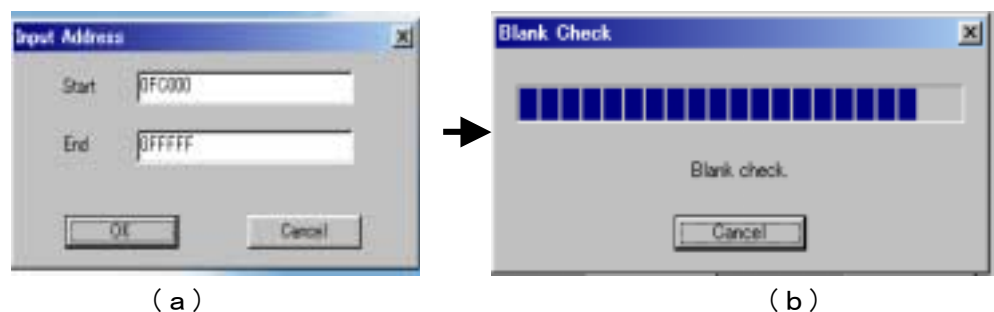

図36 「Blank Check」ウインドウ
- ⑦ 「B. P. R」ボタンを押します。このボタンは、ブランクチェック、プログラムの書込み、書込み確認を一連で実行します。図36(a)で示されるプログラムのメモリ範囲が表示されます。確認後、「OK」ボタンを押します。図(b)のウインドウが開きブランクチェックを開始します。